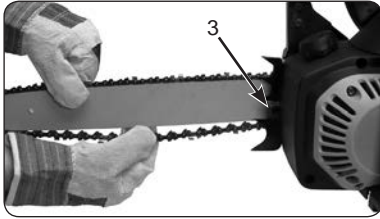

Fig. 5
1. Tenez l'extrémité du guide-chaîne tournée vers le haut et tournez le boulon de réglage (D) dans le sens des aiguilles d'une montre pour tendre la chaîne. Si vous tournez le boulon (D) dans le sens inverse des aiguilles d'une montre vous détendez la chaîne. Assurez-vous que la chaîne soit bien logée dans la rainure de la périphérie du guide-chaîne (Fig. 5).